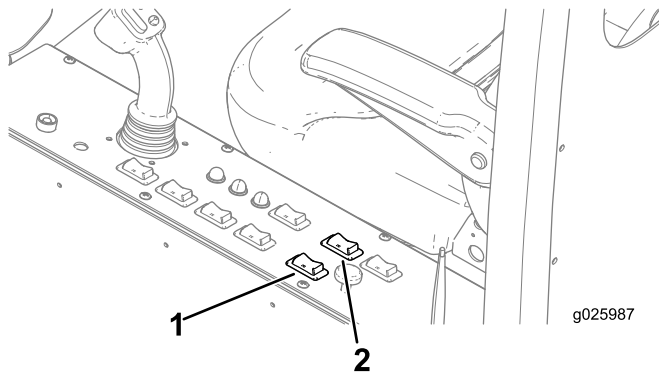

Figura 93
1. Presione hacia atrás sobre el interruptor basculante de giro (hasta que se detenga la cabina) para girar la cabina a la posición de perforación (Figura 93).
2. Presione hacia atrás sobre el interruptor basculante de rotación para rotar la cabina a la posición deseada de perforación (Figura 93).
1. Presione hacia adelante sobre el interruptor basculante de rotación (hasta que se detenga la cabina) para rotar la cabina a la posición de transporte (Figura 93).
2. Presione hacia adelante sobre el interruptor basculante de giro (hasta que se detenga la cabina) para girar la cabina a la posición de transporte (Figura 93).